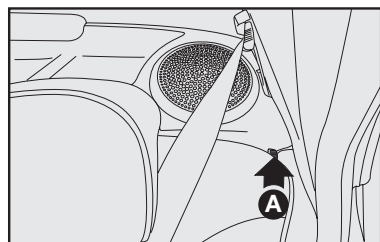

fig. 106
3) Desengatar o encosto, movendo as alavancas laterais **A-fig. 106** no sentido da seta.
Para isso, destravar a alavanca da direita ou da esquerda **A-fig. 106** e rebater para a frente o encosto até obter uma única superfície de carga.